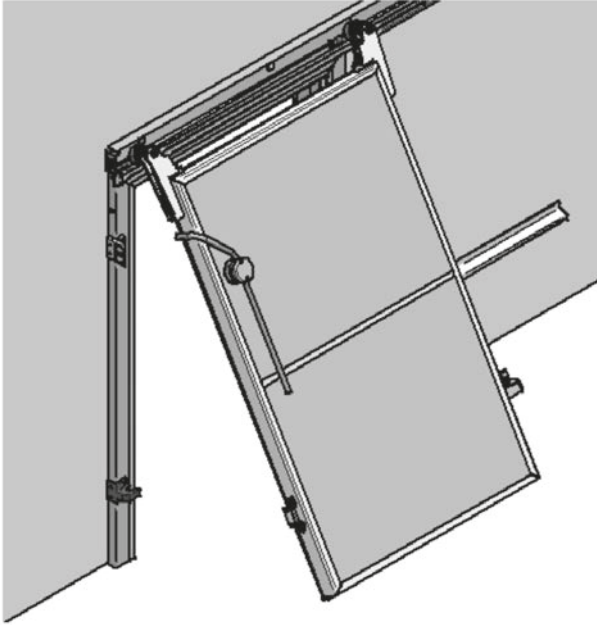

Fig. 6
- Infilare le carrucole sulla guida superiore in corrispondenza delle culle in polietilene nero (Fig. 6).